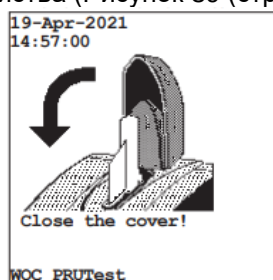

Рисунок 39: Закрытие крышки
13. Закройте крышку порта тест-устройства (Рисунок 39 (стр. 37)).